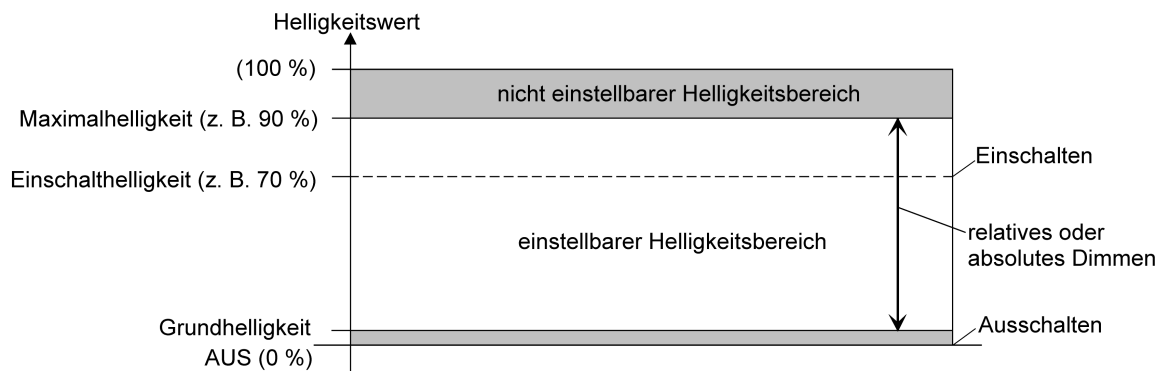

Bild 11: Beispiel eines Helligkeitsbereiches mit Grundhelligkeit
- Definition der unteren Helligkeitsgrenze mit Grundhelligkeit (siehe Bild 11):